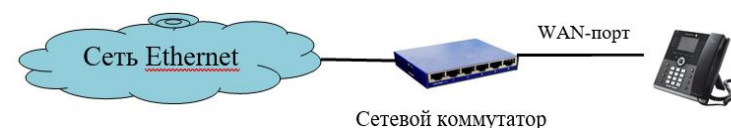

Рисунок 1 – Прямое подключение к компьютерной сети
9.8. Клавиатура IP телефона поддерживает ввод информации в текстовом и цифровом формате, что может использоваться, например, для ввода идентификатора и пароля ADSL-провайдера и создания записей телефонной книги. Для прямого подключения изделия к компьютерной сети соедините WAN-порт, расположенный на задней панели изделия, с Ethernet-портом компьютерной сети кабелем Ethernet, идущим в комплекте поставки (рисунок 1).